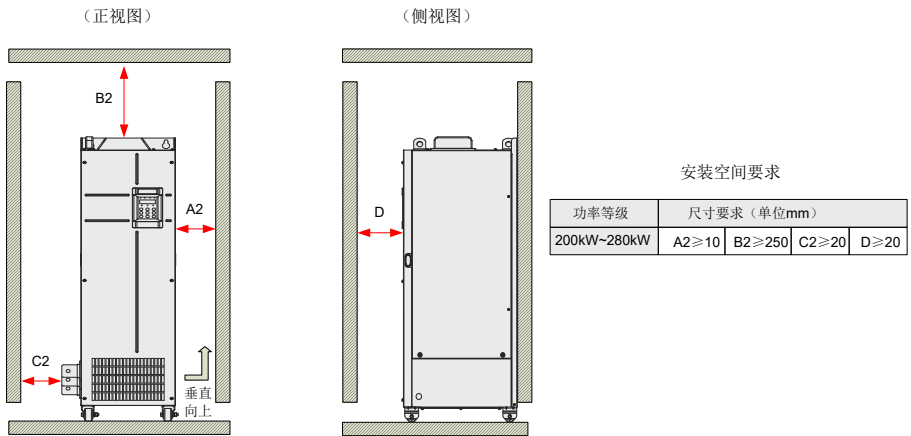
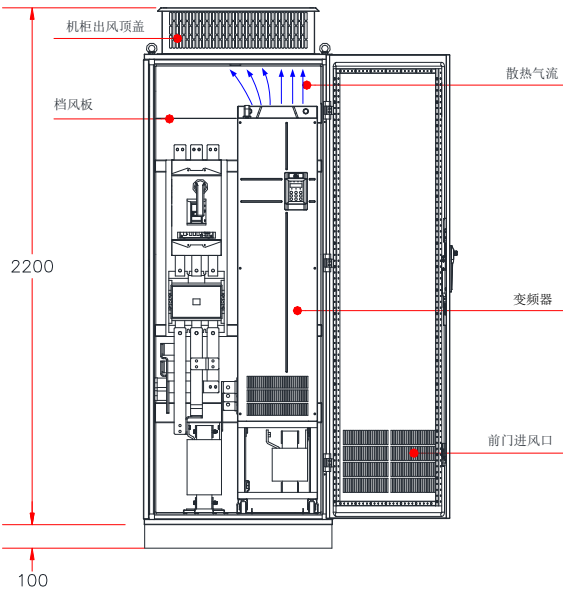
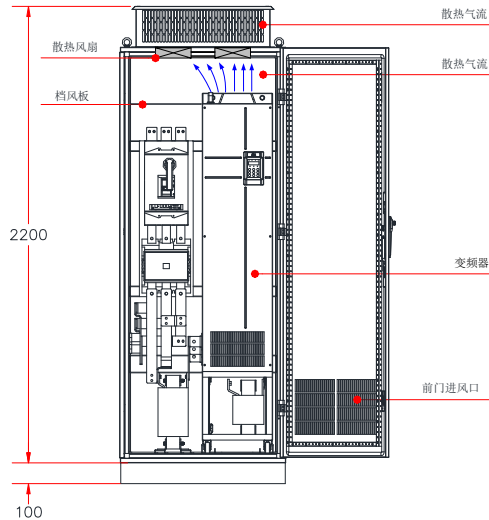

图 3-3 单台机器 (CP300T200G(-L)~CP300T280G(-L)) 安装空间
图 3-11 直排风机柜示意图
图 3-12 顶部风扇抽风机柜示意图（机柜顶部带抽风风扇）
- 安装空间要求如图 3-3 所示，需要保证变频器有足够的散热器空间，预留空间时请考虑柜内其它器件的散热情况，如图 3-11、图 3-12；